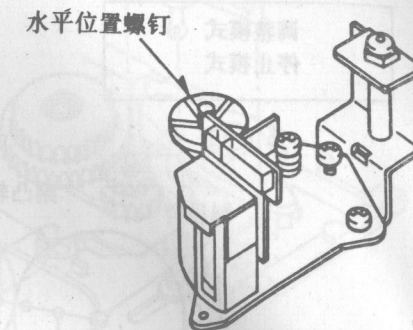
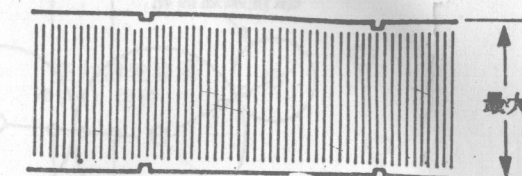

图 70
图 71
②将示波器探头连接到磁头放大器的输出端, 如图 70 所示;
③重放校正用磁带;
④调整音 / 控磁头水平位置螺钉, 使 RF 信号电平为最大, 如图 71 所示。